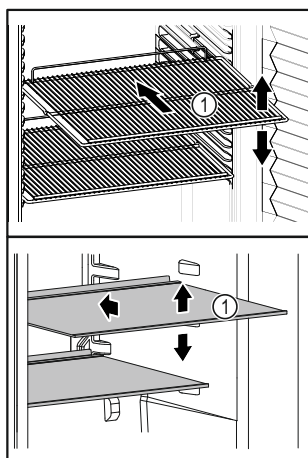

Fig. 86 Representación a modo de ejemplo
- ❑ Si los estantes Fig. 86 (1) se pueden mover, ajustarlos según la altura.